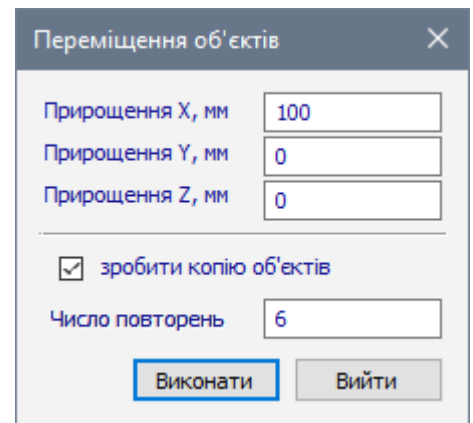

Рис. 26.6. Діалогове вікно **Переміщення об'єктів**
- Викличте діалогове вікно **Переміщення об'єктів** (рис. 26.6)